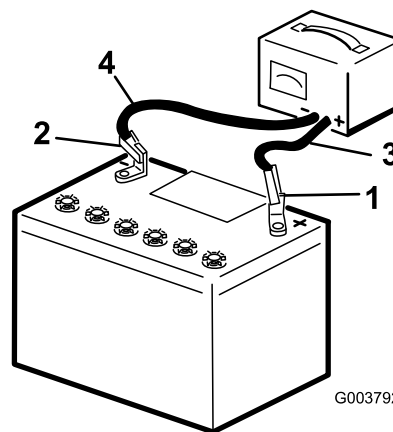

Рисунок 52
2. Зарядите аккумуляторную батарею током от 3 до 4 А в течение 4 – 8 часов (Рисунок 52). Не допускайте избыточного заряда аккумулятора.
3. После полной зарядки аккумулятора отсоедините зарядное устройство от электророзетки и штырей аккумулятора (Рисунок 52).